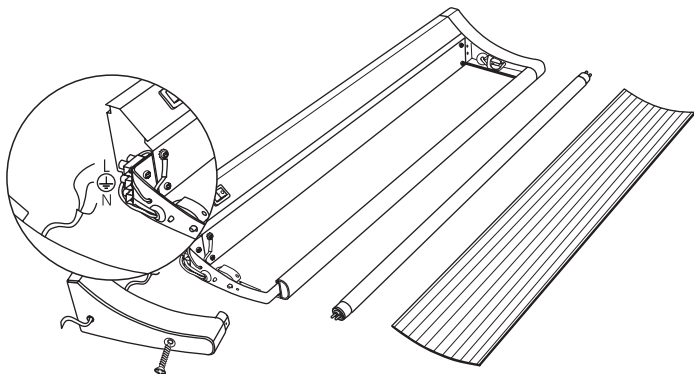

Рисунок 2
– отверните винт на боковой заглушке светильника, имеющей отверстие для ввода проводов (рисунок 2), снимите заглушку;